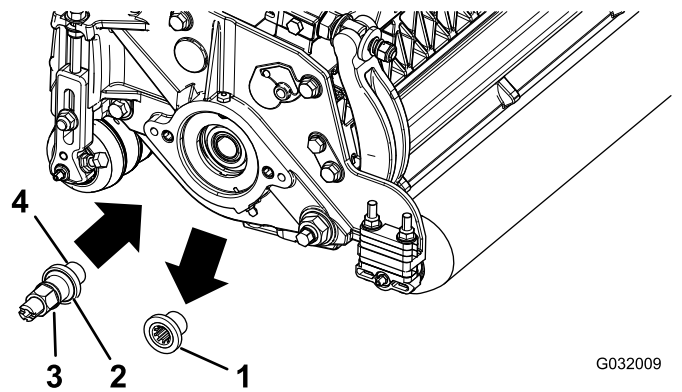

Bild 2
2. Entfernen Sie den Gewindeeinsatz an der Schneideinheit für den Heckrollenbürstenantrieb und werfen ihn weg (Bild 2).
4. Tragen Sie Gewindesperrmittel auf das Antriebswellengewinde (Bild 2) auf und montieren Sie entweder die linke oder rechte Antriebswelle und ziehen sie mit 115-129 N·m an.